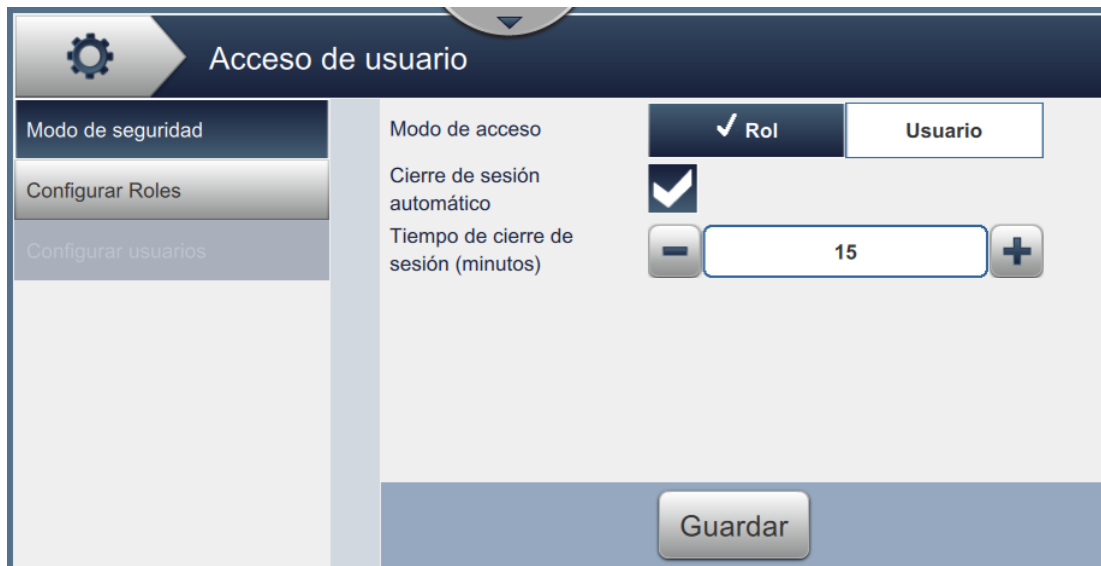

Figura 6-18: Acceso de usuario
1. Pulse el botón  de la pantalla Herramientas. Se abrirá la pantalla Acceso de usuario, como se muestra en la Figura 6-18.